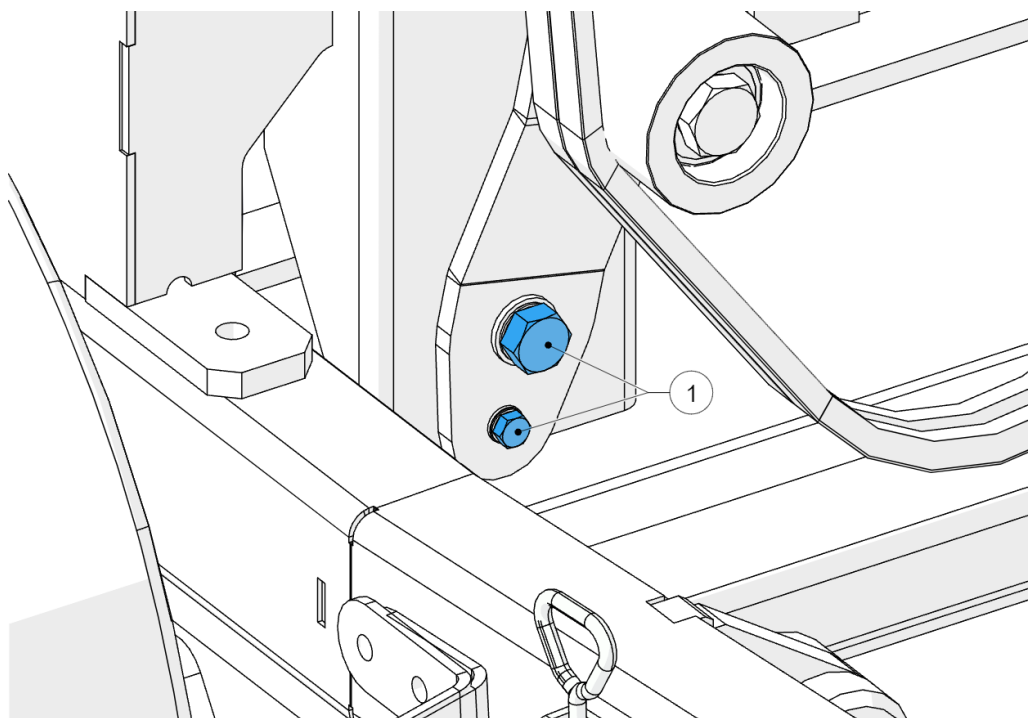

Figure 70 - Tendeur de courroie trapézoïdale
4. Localisez le tendeur de courroie principale (Figure 70).